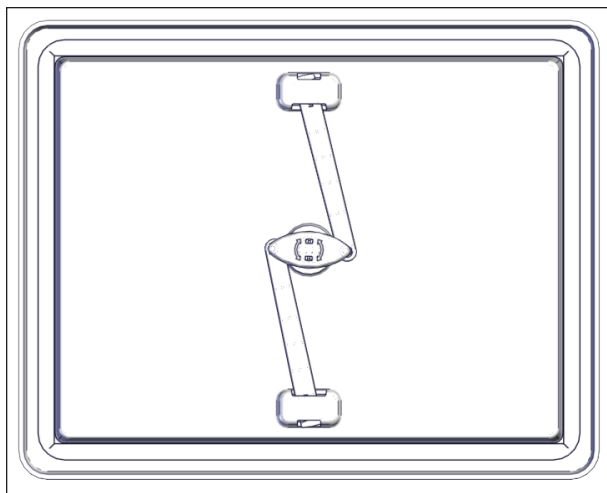

FIGURE 72: POIGNÉE INTÉRIEURE
1. Tourner la poignée rouge d'un quart de tour dans l'un des deux sens pour rétracter les bras, voir Figure 72.